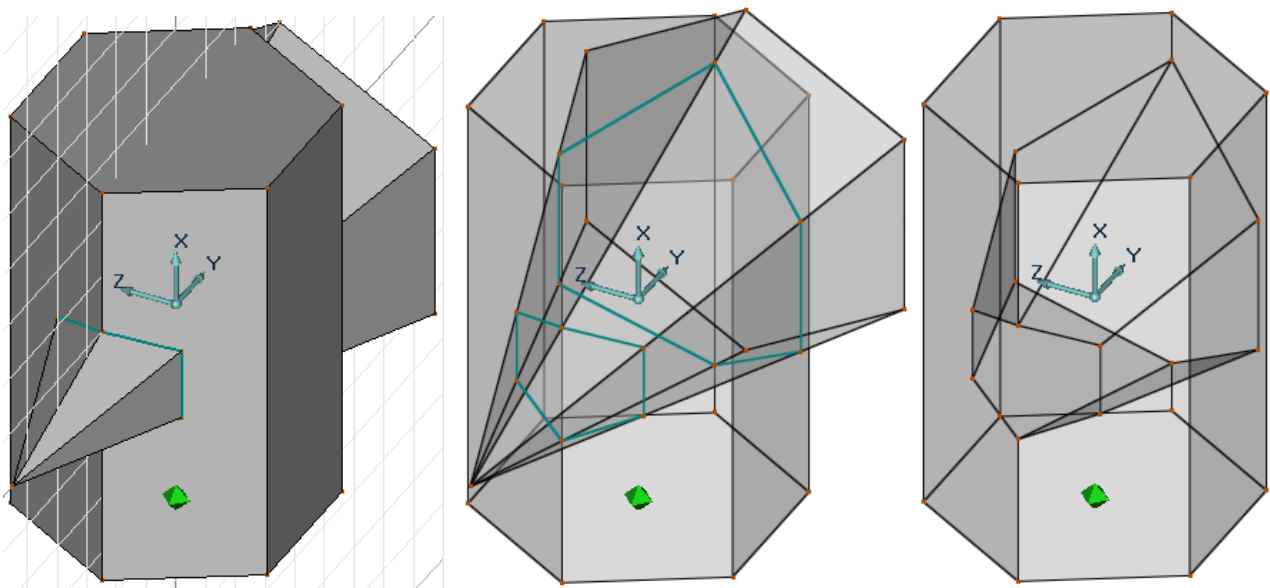

Рисунок 5.2 - Определение линий пересечений гранных тел при пересекающихся осях
8. Определите линии взаимного пересечения (  ) моделей призмы и пирамиды (рисунок 5.2 слева) и, включив режим **Прозрачность**, изучите их геометрию, вращая модели в плоскости экрана с помощью кнопок **Shift** (на клавиатуре) + **левой** кнопки мыши (рисунок 5.2 посередине). Откатитесь (  ) назад на один шаг.
9. Произведите булеву операцию вычитания (  ) 3D модели пирамиды из 3D модели призмы (рисунок 5.2 справа).